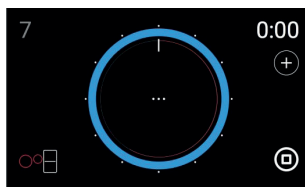

Abb. 6
- 1 Berühren Sie das Icon 0:00 (Abb. 5). Der Leistungsring ändert seine Farbe auf blau zur Anzeige, dass die Funktion verfügbar ist. Innerhalb davon erscheint automatisch ein roter Kreis mit einem dünneren Rand, der die gewählte Leistung anzeigt (Abb. 6).
Wenn Sie die Leistung wieder einstellen möchten, müssen Sie die links oben am Bildschirm angezeigte Leistungsstufe berühren (Abb. 6).